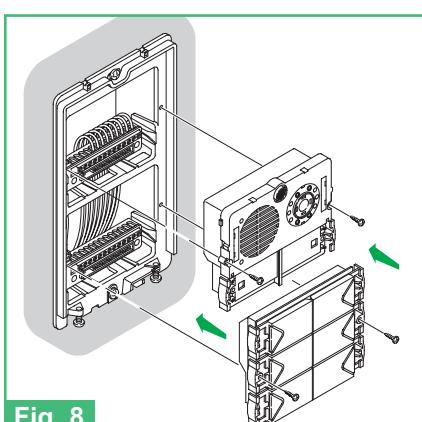

Fig. 8
- Fig. 8** Inserimento moduli
- Fig. 8** Insertion of modules
- Fig. 8** Introduction modules
- Fig. 8** Aanbrengen van de modulen
- Fig. 8** Einfügen der Module
- Fig. 8** Inserção dos módulos